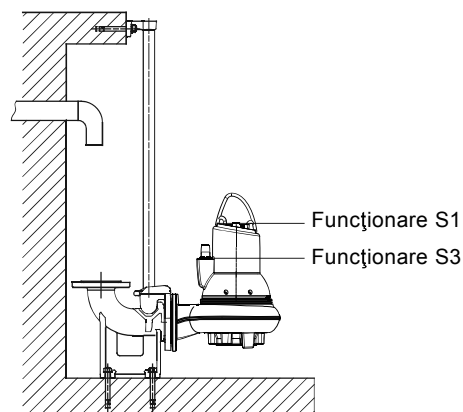

Fig. 2 Niveluri de oprire
- **Funcționare S1** (funcționare continuă), pompa trebuie să fie întotdeauna acoperită de lichidul pompat până la partea superioară a motorului. Vezi fig. 2.
- **Funcționare S3** (funcționare intermitentă), pompa trebuie întotdeauna acoperită de lichidul pompat până la partea superioară a intrării cablului. Vezi fig. 2.